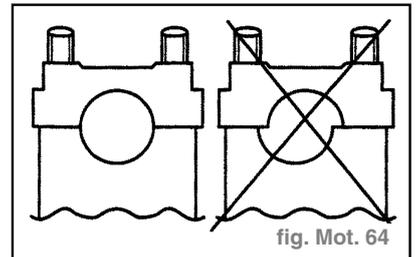

fig. Mot. 64
- Faire attention à la position excentrée. Avant la repose de l'arbre à cames, mettre en place les chapeaux de palier et déterminer leur position de montage. (fig. Mot. 64)